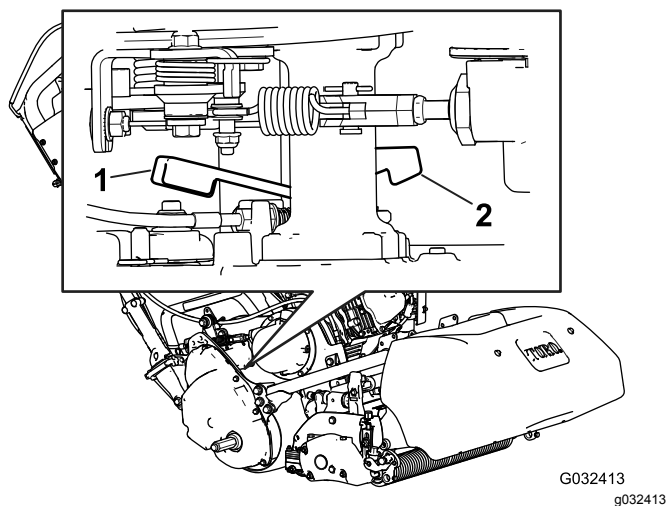

図 32
1. 機体の右後ろ角部にある走行解除レバーを探し出す走行ハウジングドラムの隣にある図 32。